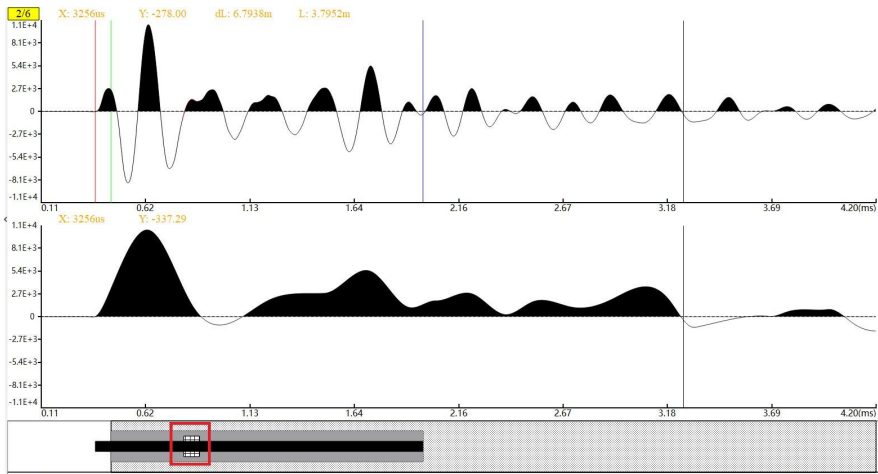
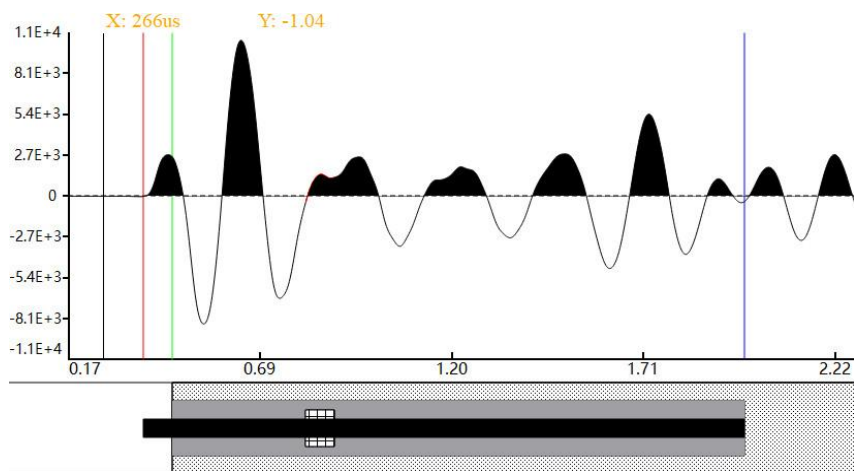

图 3-19 撤销单个缺陷
图 3-23 杆头外露端杆底标注
- 撤销单个缺陷：按照缺陷标注顺序，每次撤销最近标注的单个缺陷如图 3-19，快捷键为 。
在标注立柱杆头/外露端/杆底时，若杆头/外露端/杆底对应图标被选中，则可使用鼠标左键在选好的位置上进行单击；若杆头/外露端/杆底对应图标都未被选中，则可使用鼠标左键在选好的位置上进行单击并停顿稍许，在弹出的菜单中选择当前标注位置对应立柱杆头/外露端/杆底，如图 3-19。操作完成后，会在选中位置出现一条红色/绿色/蓝色的竖线，该位置即为标注的立柱杆头/外露端/杆底，如图 3-23 所示。此三个端点相互之间存在着约束关系，即：标注的杆头必须在外露端左边；标注的外露端必须在杆头和杆底之间；标注的杆底必须在外露端右边。这样在进行标注的时候可以_以提高标注的精准性和减少误操作。